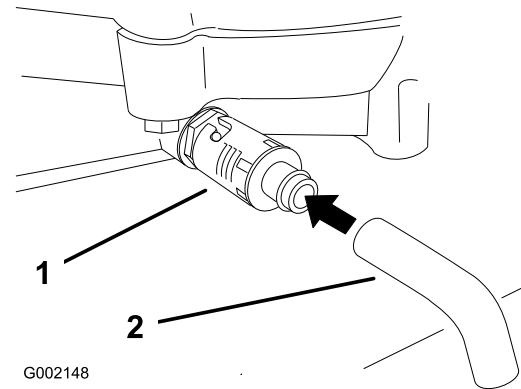

Figura 32
5. Coloque un recipiente debajo del tubo de vaciado. Gire la válvula de vaciado para que se drene el aceite (Figura 32).